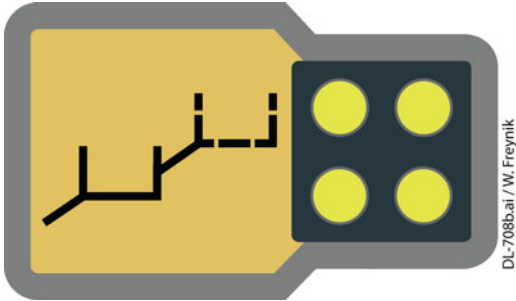

Bild A3-3:
- ❑ Mit dem Betätigen des Taster »Höchstlast« leuchtet die Anzeige »Stopp Freistandsgrenze« im Taster »Höchstlast« auf (BILD A3-3).